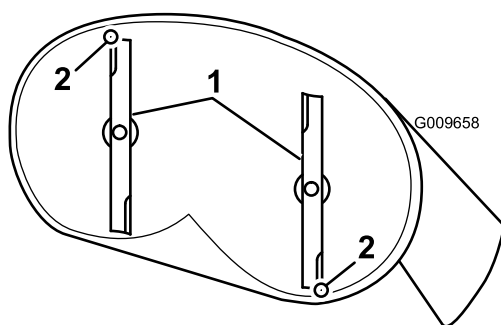

Figura 52
4. Gire cuidadosamente las cuchillas colocándolas en el sentido de avance de la máquina (Figura 52).
5. Mida entre la punta de la cuchilla delantera y la superficie plana y entre la punta de la cuchilla trasera y la superficie plana (Figura 52). Si la punta de la cuchilla delantera no está entre 1.6 y 7.9 mm (1/16 y 5/16 pulg.) más baja que la punta de la cuchilla trasera, ajuste la contratuerca delantera.
8. Compruebe la inclinación longitudinal de nuevo después del ajuste. Siga ajustando la tuerca hasta que la punta de la cuchilla más avanzada esté entre 1.6 y 7.9 mm (1/16 y 5/16 pulgada) más baja que la punta de la cuchilla más atrasada (Figura 52).